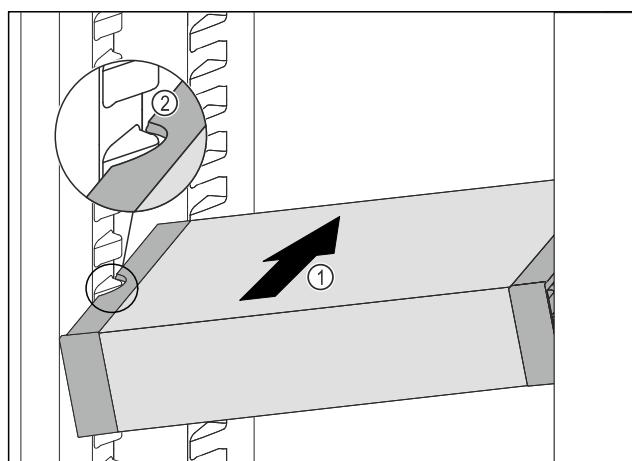

Fig. 119
- Вкарайте VarioSafe под ъгъл в хладилната част Fig. 119 (1), докато страничните прорези Fig. 119 (2) на VarioSafe се намират на височината на реброто на съда в хладилната част.